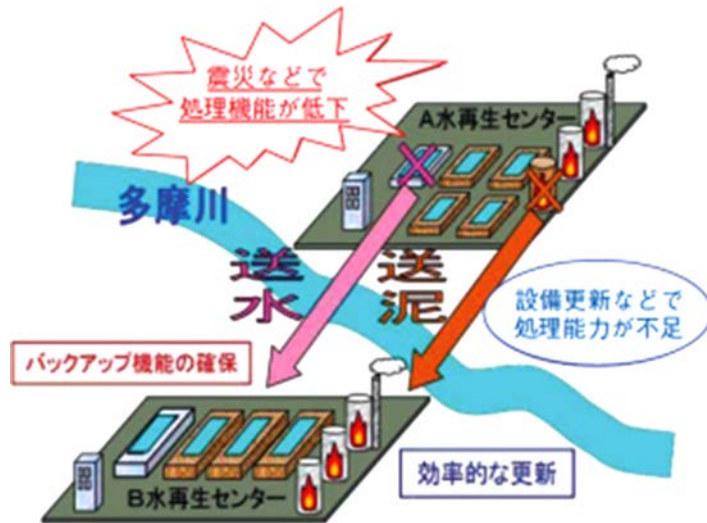

図3 連絡管の整備効果イメージ
- ①震災時などに一方の水再生センターが被災した場合にも、下水や汚泥を処理することができるようバックアップ機能を確保し、多摩地域の高度防災都市づくりに貢献できる。(図3参照)
- ②水再生センターの更新工事などにおいて、連絡管の相互融通機能を活用し、施設の共有化を図ることで、更新費用を縮減できる。
- ③連絡管の活用により維持管理を効率化し、安定した水処理・汚泥処理を実現できる。